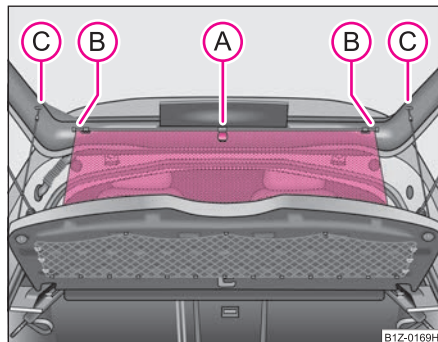

Fig. 53 Desfacerea ruloului parasolar
- Trageți ruloul parasolar de curelușa **A** și agățați-l în suportul **B** ⇒ fig. 53.